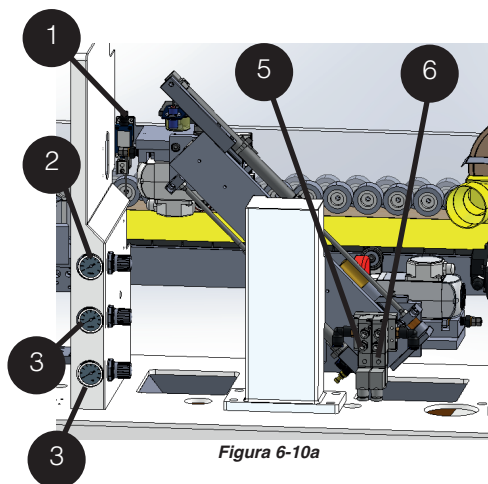

Figura 6-10a
- Ajuste o manômetro (2, Figura 6-10a) para 1,5–2 bar.
5.3.4 Quando a extremidade traseira da placa ultrapassa o limite de corte (1), o interruptor é reiniciado e o sinal de corte do CLP é desativado. Isso aciona a sequência de corte traseira :
- A válvula solenoide de corte traseira (5) é ativada e o cilindro de corte traseiro (13) se estende (Figura 6-10a).
- O manômetro (3) é ajustado para 2 bar , pressionando o conjunto de corte traseiro (14) contra a superfície superior da placa. Isso garante que os dois rolos revestidos de borracha na placa guia de corte traseira (17) mantenham contato com a placa.
- À medida que a extremidade traseira da prancha passa pelos rolos, ela segue o rolo inferior direito, guiando a placa guia de corte traseira (17) em contato com a borda da prancha enquanto desce.
- O motor de corte traseiro (14) aciona a lâmina de serra para cortar o excesso de faixa de borda na extremidade traseira da placa.
- Assim que o sensor magnético (12) no cilindro de corte traseiro (13) é ativado (luz de sinalização acesa), a válvula solenóide de corte traseiro (5) corta a energia e o cilindro (13) retrai para cima para a posição de espera.
- Após a passagem completa da tábua, o cilindro de corte frontal (7) é reativado, retornando à sua posição inicial de prontidão. O mecanismo de corte é reiniciado e aguarda a próxima tábua para retomar a operação.